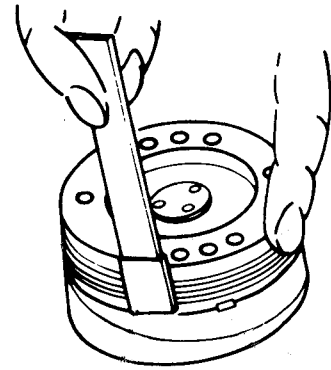

Fig. 13
- Kopfscheibe festhalten und Videoköpfe mit einem spiritusgetränkten Reinigungsstäbchen in Bandlaufrichtung vorsichtig abreiben (Fig. 13).
- Hold the head wheel stationary and clean the video heads with a cleaning stick soaked with spirit by wiping carefully in the direction of the tape transport (Fig. 13).